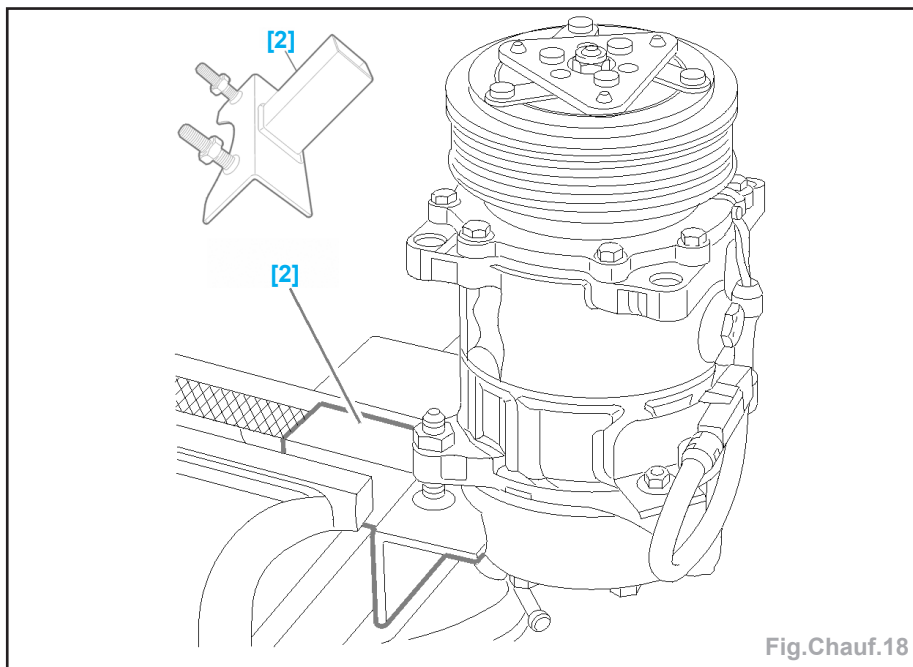

Fig. Chauf.18
- monter le compresseur sur l'outil [2] (Fig. Chauf.18),